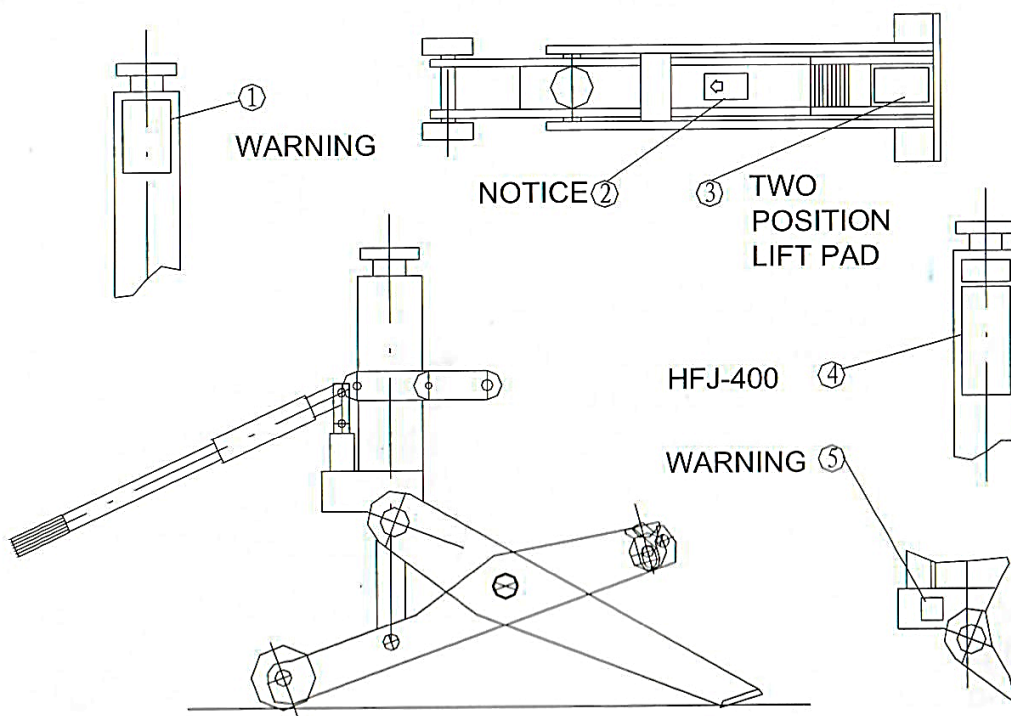

Рис.1
6. Никогда не подставляйте домкрат под погрузчик за красную линию, расположенную на верхней части подъемного рычага. (см. Рисунок 1, предупредительная наклейка 2 NOTICE).
- Никогда не подставляйте домкрат под погрузчик за красную линию, расположенную на верхней части подъемного рычага. (см. Рисунок 1, предупредительная наклейка 2 NOTICE)